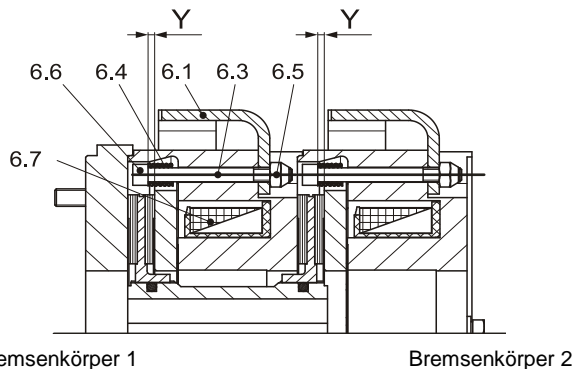

Bild 5
Montage Handlüftung (Bild 5) werkseitig
Der Montageablauf ist bei Bremsenkörper 1 und Bremsenkörper 2 (siehe Bild 5) identisch.
2. Gewindebolzen (6.3) mit Druckfedern (6.4) von innen (Blickrichtung auf Magnetspule (6.7)) in die Handlüftbohrungen im Spulenträger (3) schieben.
4. Beide Sechskantmutter (6.5) gleichmäßig anziehen, bis das vorgeschriebene Einstellmaß „Y“ (Bild 5 und Tabelle 4) erreicht ist.